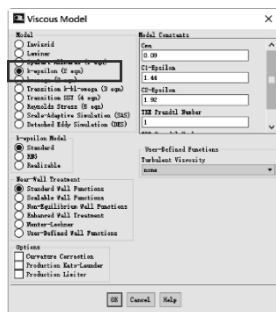

图 11-8 湍流模型
(2) 单击 Ribbon 功能区【Setting Up Physics】→【Viscous...】→【Viscous Model】→【K-epsilon (2eqn)】，其他参数默认，单击【OK】退出窗口，如图 11-8 所示。